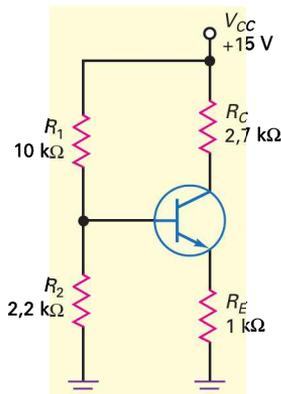

Figure 7.33
- 7.16** **Multisim** Quelle est la tension émetteur dans la figure 7.33 ? Quelle est la tension collecteur ?
7.22 Quel est le point Q pour la figure 7.33 ?